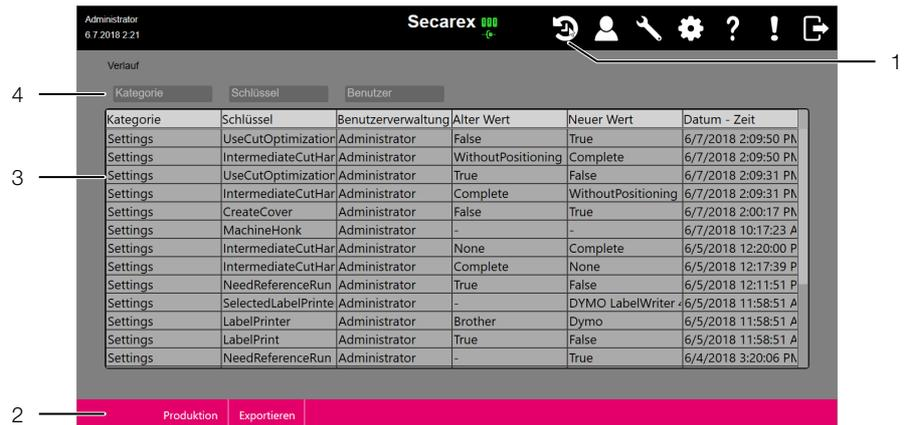

Imagen 18: Pantalla «Histórico»
- Pulse el botón «Histórico» (imagen 18, pos. 1) en el encabezamiento del software Secarex.
■ Pulse el botón «Exportar» (imagen 18, pos. 2).